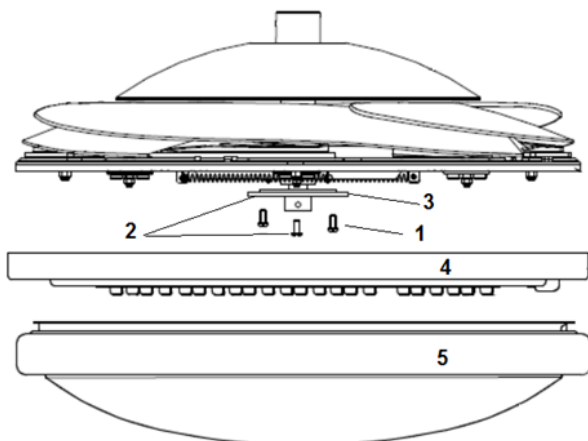

Fig. 6
- 1) Lösen Sie die Schraube (1) von der Basis der Deckenhalterung (3). Richten Sie die zwei Schlitzschrauben (2) auf die Schlitze an der Lampenbasis (4) aus. Abb. 6
- 5) Installieren Sie abschließend die Lampe in der Lampenbasis, indem Sie diese im Uhrzeigersinn drehen. (5 – Abb. 6).